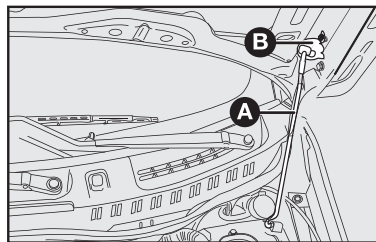

fig. 100
- 3) Levante el capó por la parte central y al mismo tiempo, suelte la varilla de fijación **A-fig. 100** de su dispositivo de bloqueo.
- 4) Introduzca el extremo de la varilla **A** en el alojamiento **B** del capó **fig. 100**.
1) Manténgalo levantado con una mano y con la otra quite la varilla **A**-fig. 100 del alojamiento **B** y colóquela en su dispositivo de bloqueo.